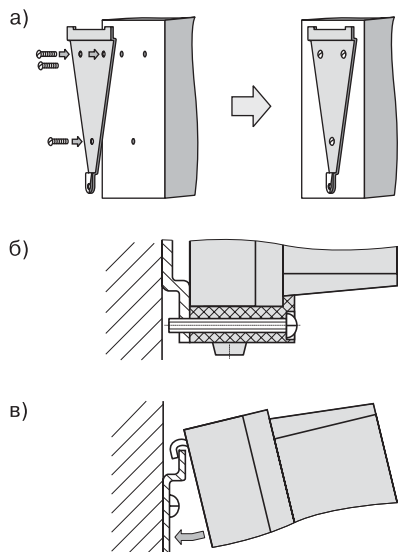

Рис. 15
1. Закрепить кронштейн тремя винтами М4 на поверхности, предназначенной для установки прибора (см. *прил. А* и рис. 15, а).
2. Зацепить крепежный уголок на задней стенке прибора за верхнюю кромку кронштейна (рис. 15, б).
3. Прикрепить прибор к кронштейну винтом М4×35 из комплекта поставки (рис. 15, в).